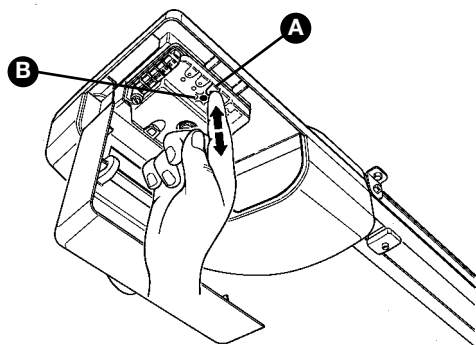

Figura 72
- 2 En la central, presione y mantenga apretado durante tres segundos el botón P3 [A], luego suéltelo (Figura 72).